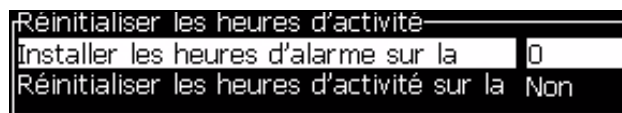

Figure 4-18: Réinitialiser les heures d'activité
- 1 Sélectionnez Visualiser données de puce intelligente d'encreur dans le menu Calibrer (voir la section Figure 4-18).